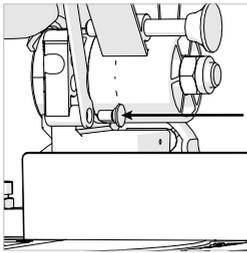

Abb. 28
- Den Betätigungsarm für die Schutzvorrichtung und die Rückhalteklammer wieder anbringen. **(Abb. 28)**